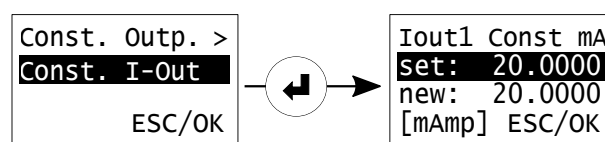

Abbildung 6.6: Einstellung des konstanten Stromausgangs.
5. **Einstellung des Werts des konstanten Stromausgangs:** Falls Sie den Modus **Const. Outp.** gewählt haben, können Sie den Wert des Konstantstromausgangs manuell ändern, indem Sie den Cursor auf die zweite Displayzeile **Const. I-Out** bewegen, auf <ENTER> klicken und den gewünschten Wert eingeben, gefolgt von einem Klick auf **OK** (s. Abbildung 6.6).